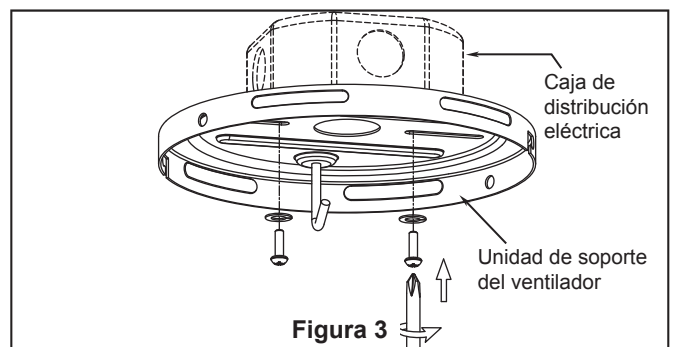

Figura 3
2. Usando los tornillos de la caja de conexiones suministrados con dicha caja, fije correctamente el soporte de techo a la caja de conexiones tal y como se muestra. (Figura 3)